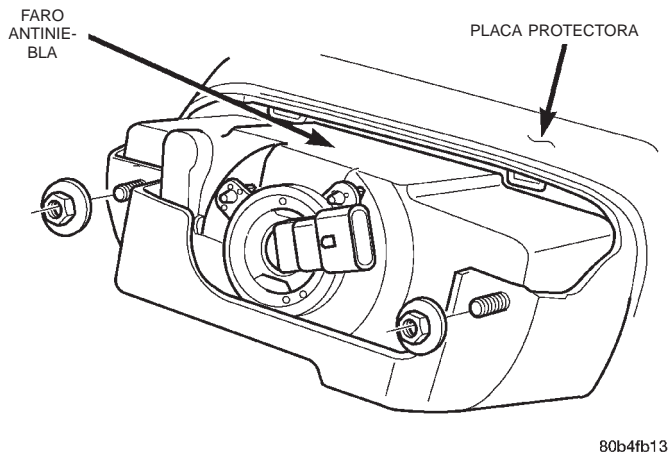

Fig. 7 Faro antiniebla delantero
- (1) Emplace el faro antiniebla en la placa protectora e instale las tuercas de retención (Fig. 7).
- (2) Conecte el conector eléctrico del faro antiniebla.
- (3) Verifique el funcionamiento de la luz.
- (4) Instale el pasador a presión que fija el panel tapizado del hueco de la rueda en la placa protectora delantera.
- (5) Ajuste el faro antiniebla delantero si fuese necesario. Para informarse sobre el procedimiento, consulte Ajuste de Faro antiniebla en este grupo.